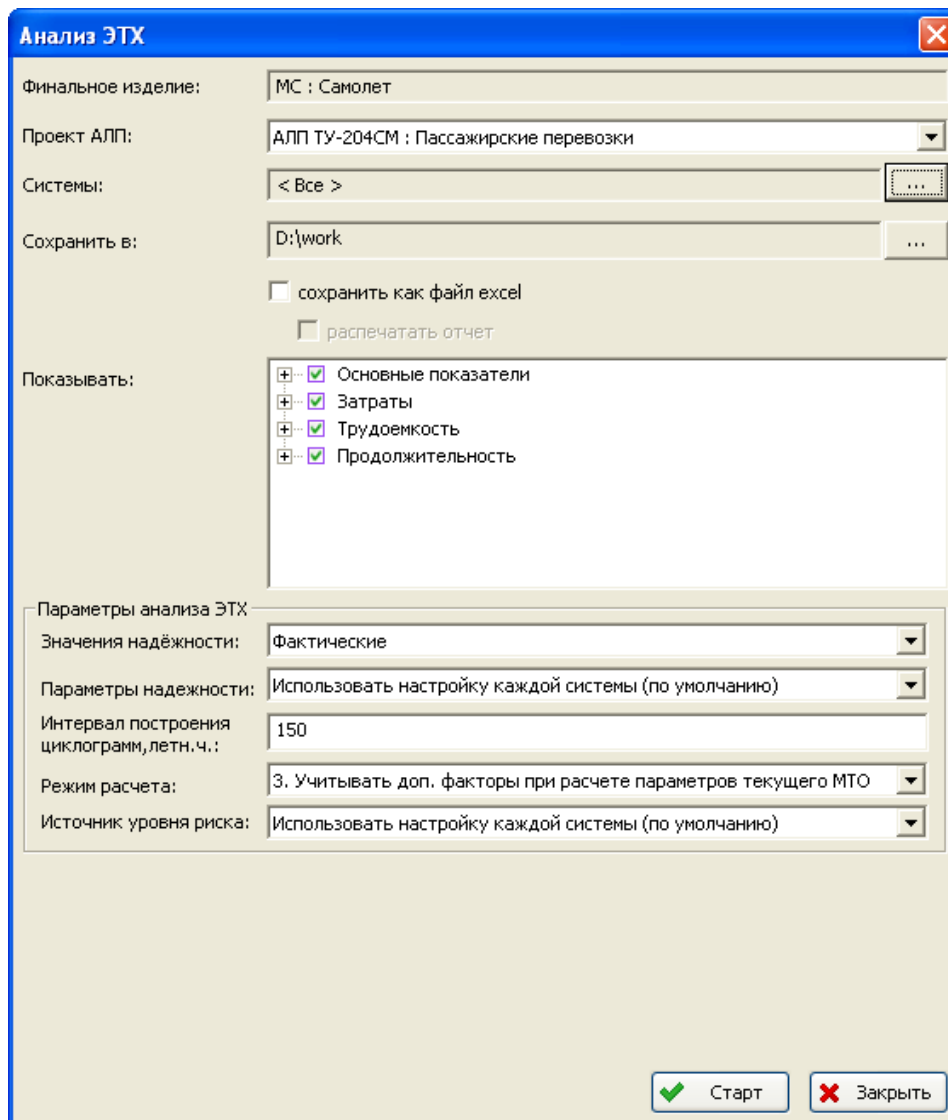

Рис. 12-32
3. В появившемся окне **Анализ ЭТХ** (рис. 12-32):